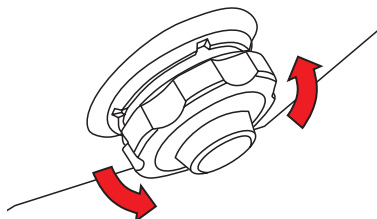

Fig.6
- a) svitare la valvola (fig. 6),